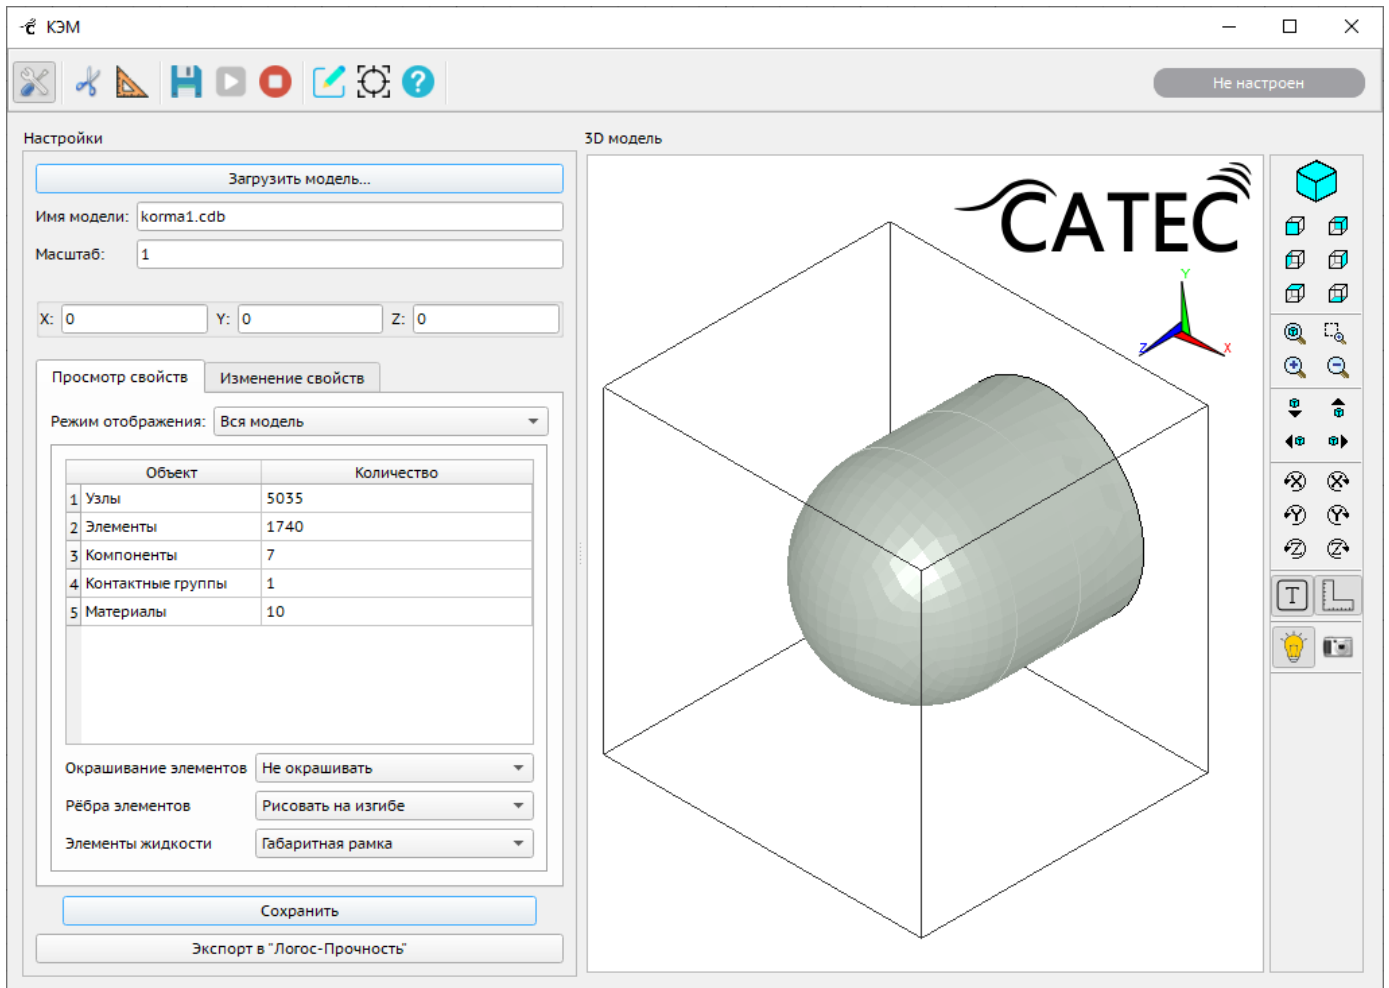

Рисунок 114 – Окно настроек карточки «КЭМ». Режим отображения «Вся модель»
- кнопка «Загрузить модель» – указать путь к файлу импортируемой модели в стандартном диалоговом окне Windows. После загрузки модель отобразится на сцене в правой части окна, а слева в таблице будет показана базовая информация о ней (Рисунок 114);